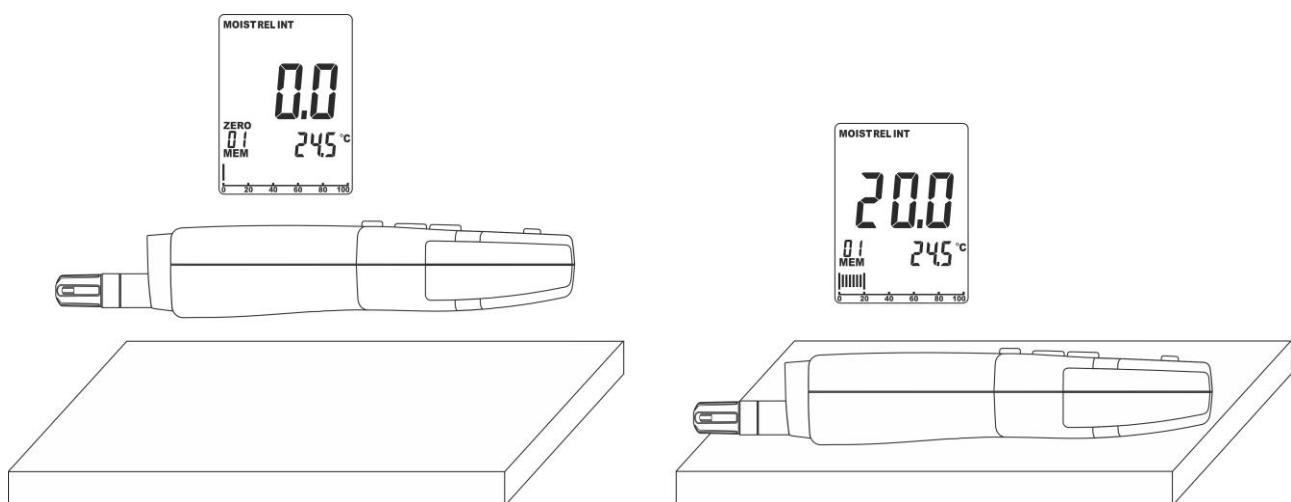

Abb. 8: Verwendung des Geräts zur Messung der Feuchtigkeit mit Kontakt mit dem eingebauten Sensor
5. Falls der Wert nicht auf Null gestellt wird, drücken und halten Sie (>2s) die Taste **MODE/ZERO**. Das Symbol "ZERO" erscheint kurz im Display und der Wert im Hauptdisplay wird auf Null gestellt (siehe Abb. 8 – linke Seite).